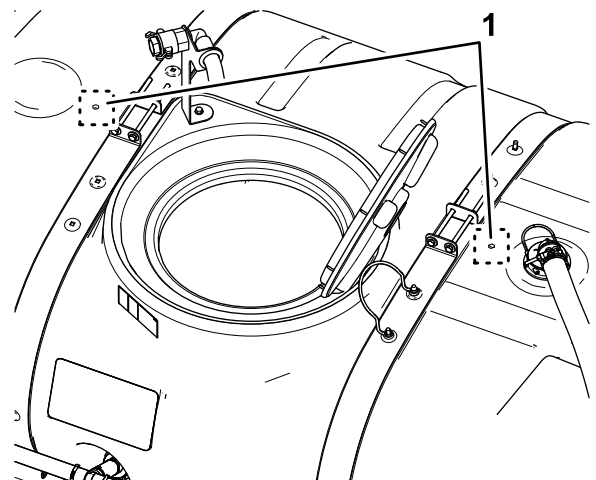

Bild 17
2. Ermitteln Sie die zwei Bohrmarkierungen im Hauptbehälter (Bild 17).